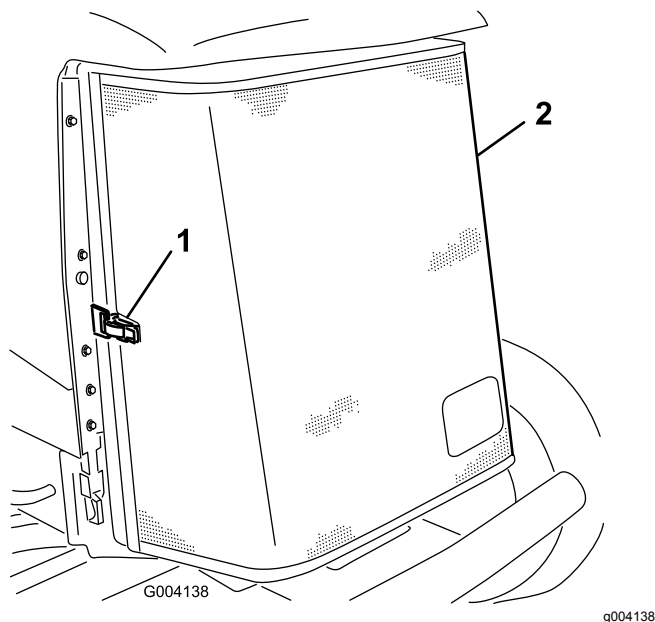

Figure 94
3. Déverrouillez l'attache et ouvrez la grille arrière (Figure 94).